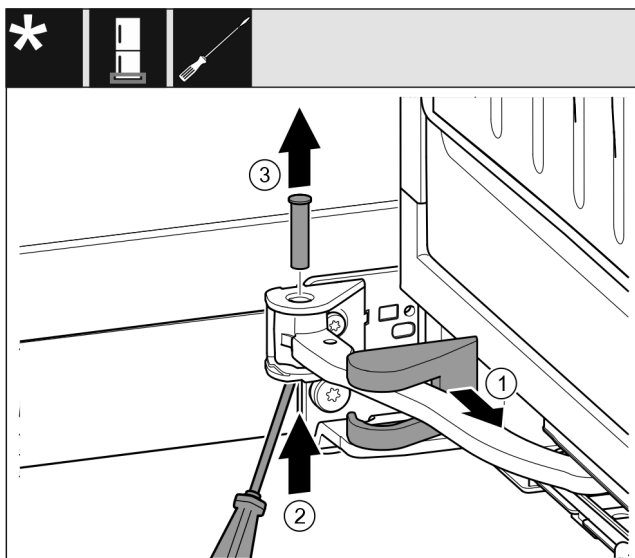

Fig. 15
- ▶ Rimuovere la copertura del blocco di supporto e spingerla lungo il giunto articolato. Fig. 15 (1)
- ▶ Sollevare dal basso il perno con un dito o un cacciavite. Fig. 15 (2)
- ▶ Spingere con un cacciavite sotto la testa del perno ed estrarre. Fig. 15 (3)